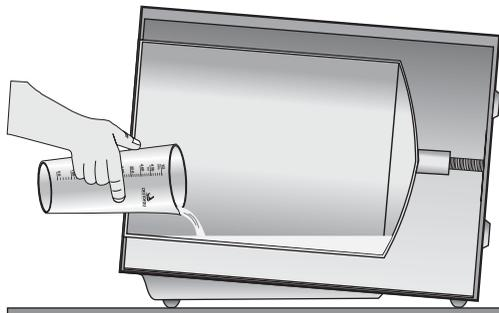

Fig. 16
- Abra a porta da autoclave, usando o copo dosador, coloque a quantidade correta de **água destilada** diretamente na câmara **antes** de cada ciclo (Fig. 16) de acordo com a Tabela 4 abaixo.